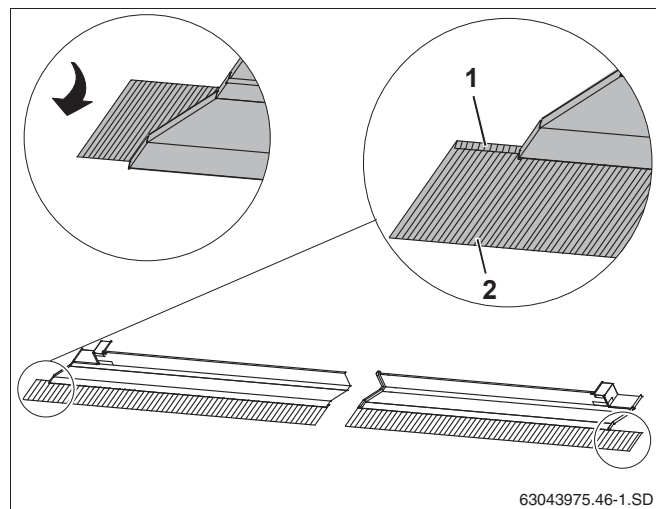

Рис. 42 Укладка свинцовых фартуков
- ▶ Загните вперед свинцовые фартуки всех накладных листов (рис. 42, поз. 2).
- ▶ Загните также вперед концы крайних накладных листов вверх (рис. 42, поз. 1).